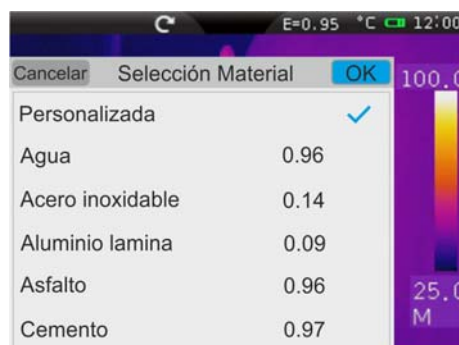

Fig. 32: Configuración parámetros asociados al área de medida
2. Toque el icono “” para seleccionar las siguientes opciones de visualización sobre las áreas de medida (vea el Fig. 32): **Max** (valor Máximo de los puntos internos al área), **Min** (valor Minino de los puntos internos al área), **Media** (valor Medio de los puntos internos al área). La selección se indica con los iconos “” en pantalla